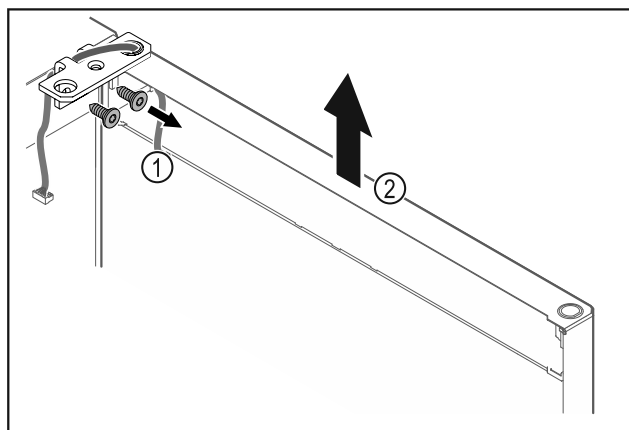

Fig. 16
- ▶ Отвинтите шарнирные уголки Fig. 16 (1).
- ▶ Дверь вместе с шарнирными уголками поднимите строго вертикально вверх Fig. 16 (2) приблизительно на 200 мм и снимите.